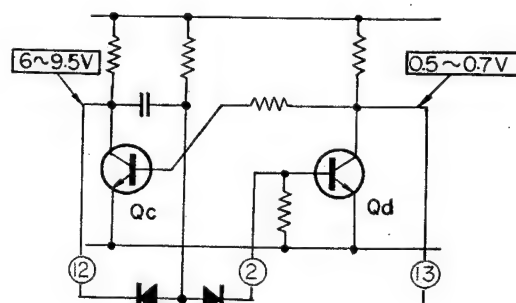

Fig. 1-13.
- \*2: En fonctionnement normal du multivibrateur de retard, le transistor Qc est coupé et Qd est allumé (voir figure 1-13).
- \*2: Qc is OFF and Qd is ON in a normal condition of delay multivibrator. (Refer to Fig. 1-13.)